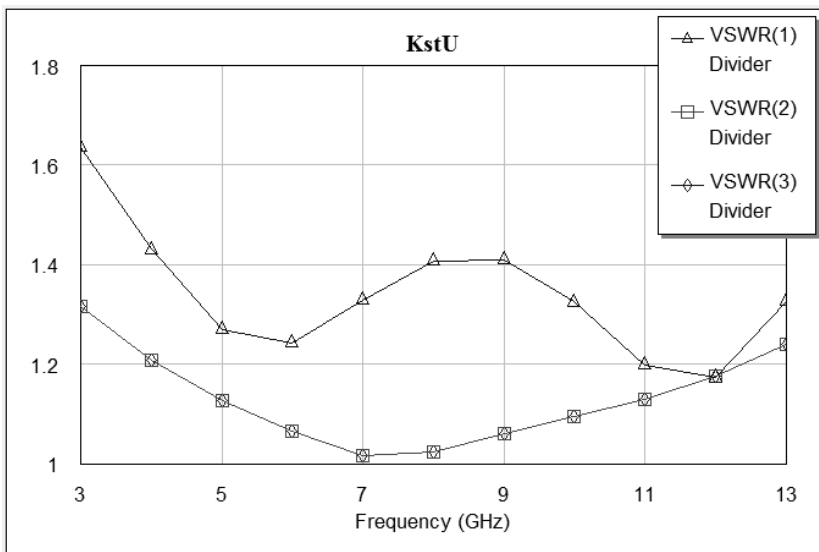

Рис. 1.8
4.6. Щелкните по значку **Analyze** на панели инструментов. Полученный график показан на рис. 1.8.